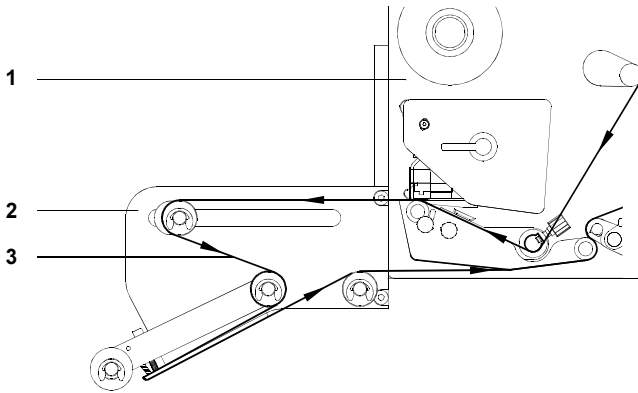

Bild 2 Material einlegen
2. Führen Sie den Etikettenstreifen so weit aus dem Drucker (1) heraus, dass er beim weiteren Einlegen bis zum Aufwickler Trägerband des Druckers reicht.
3. Entfernen Sie alle Etiketten auf diesem Stück vom Trägerband (3).
4. Legen Sie das Trägerband entsprechend Bild 2 in das Spindelmodul (2) ein.
5. Führen Sie das Trägerband (3) entsprechend der Bedienungsanleitung **Hermes** zum Aufwickler des Druckers und befestigen Sie es dort.